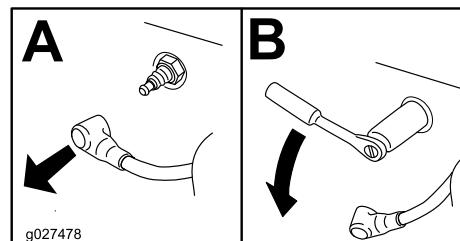

Рисунок 55
- Выверните свечу, как показано на Рисунок 55.